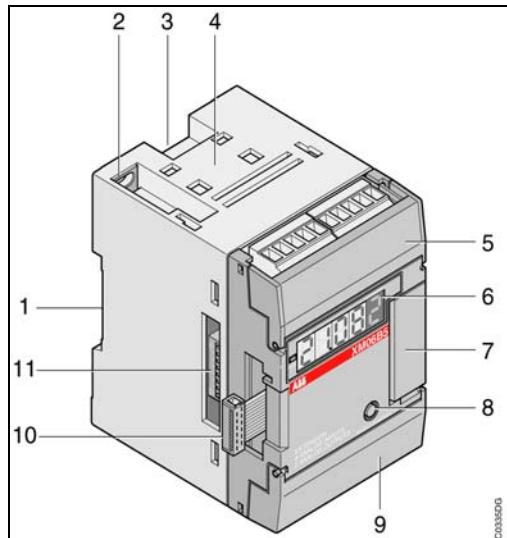
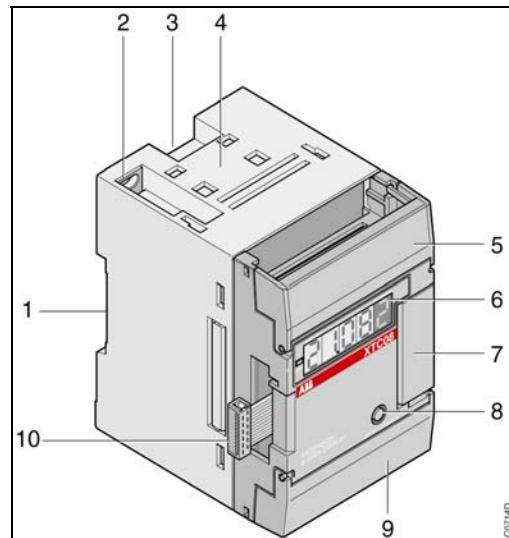

Figura 0-12: Extensiones analógicas XM 06 B5
Figura 0-13: Display analógico XTC 08
6.1. Frontal (ver Figura 0-12, Figura 0-13)